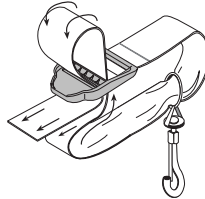

Fig. 3
- Tirez la bandoulière par-dessus la traverse et à travers la fente de la boucle (Fig. 3).